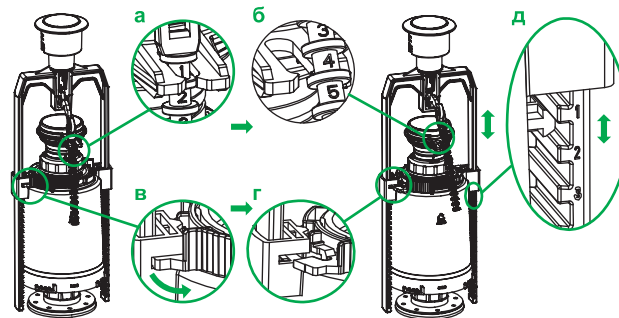

Рис. 10 / 10-сур.
3. Отсоедините стержень (тягу коромысла) от трубки перелива (рис. 10а, б).
4. Поверните фиксатор коромысла против часовой стрелки на 15° (рис. 10в, г) и установите необходимую высоту коромысла (рис. 10д), чтобы при установленной крышке бачка кнопка спуска могла сделать 2–5 оборотов по часовой стрелке.